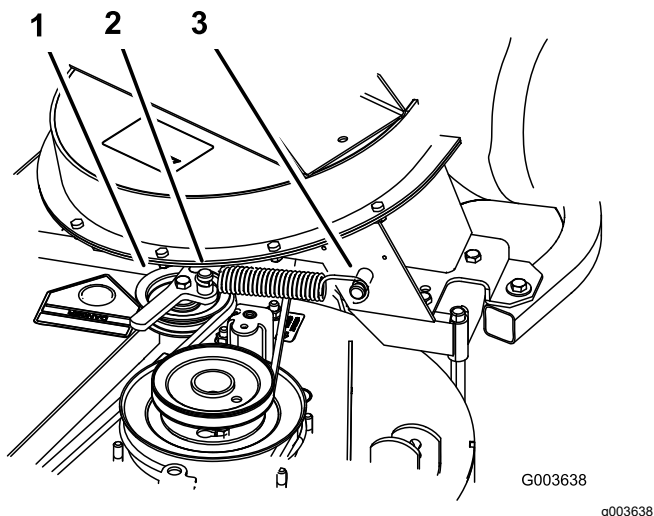

Figure 21
4. Montez le ressort comme montré à la Figure 21.